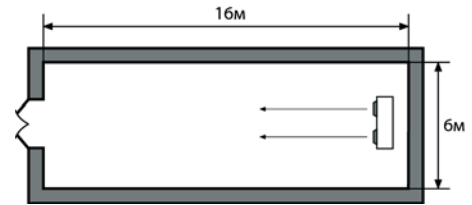

Рис. 5.1
3. Исходя из габаритов камеры необходим один воздухоохлаждитель с длиной воздушного потока не менее 16 м (Рис.5.1);